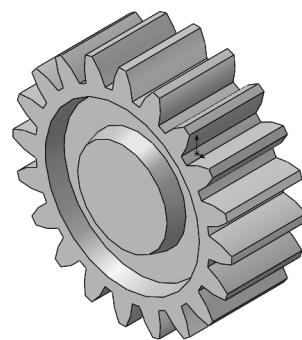

图 9-67 生成圆周阵列齿轮各轮齿
- [5] 单击【确定】按钮 ，单击【视图】/【临时轴】，在视图中关闭临时轴，生成圆周阵列齿轮各轮齿，如图 9-67 所示。